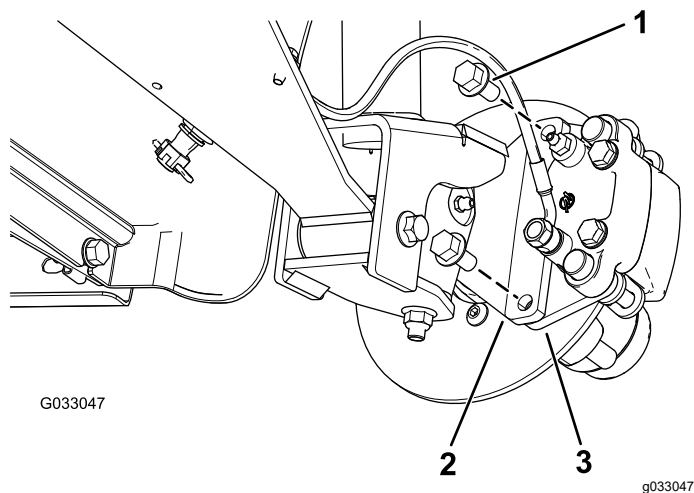
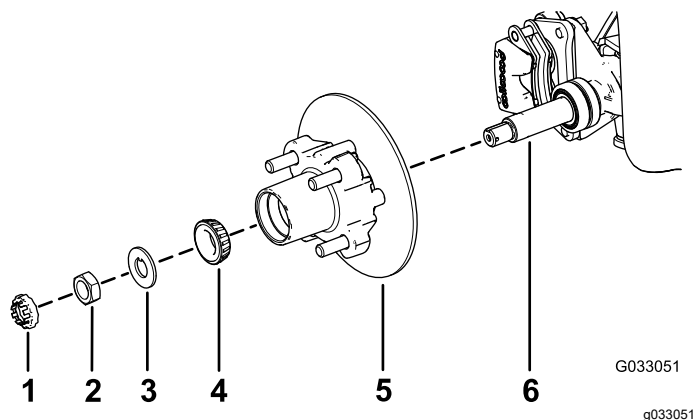

Рисунок 30
Рисунок 34
тормоза в сборе к оси, и отделите тормоз от оси (Рисунок 30).
- Нанесите тонкий слой консистентной смазки указанного типа на ось (Рисунок 34).
- Установите ступицу и тормозной диск на ось так, чтобы тормозной диск был внутри (Рисунок 34).
- Установите наружный подшипник на ось и в наружное кольцо (Рисунок 34).
- Установите стопорную шайбу на ось (Рисунок 34).
поворачивая ступицу так, чтобы подшипник был посажен на место (Рисунок 34).
- Совместите тормозные колодки с обеих сторон тормозного диска (Рисунок 30) с отверстиями в кронштейне суппорта и отверстиями в креплении тормоза на цапфе (Рисунок 34).
- Закрепите кронштейн суппорта на цапфе (Рисунок 30) с помощью 2 болтов с фланцевыми головками ($\frac{3}{8} \times \frac{3}{4}$ дюйма).